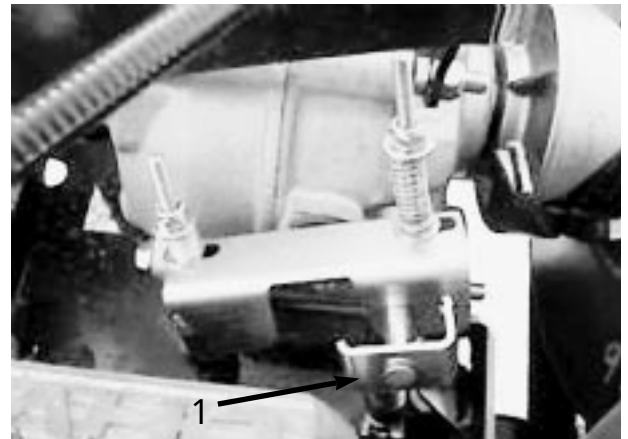

図 16
- 1．シフトブロックについているロッキングピン（図 16）を半回転させる。